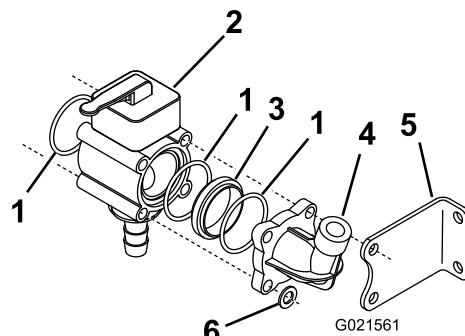

Figura 7
1. Porca de bloqueio (4)
2. Anilha (2)
6. Barra rosada (4)
9. Deslize as anilhas para as barras que não passam pelo suporte de montagem esquerdo e enrosque uma porca de bloqueio na extremidade esquerda de cada barra (Figura 7).
10. Monte previamente o conjunto do manípulo da válvula manual utilizando a válvula manual, anel de retenção, adaptador das peças soltas e a porta do indicador de pressão que removeu previamente (Figura 7).
adaptador de redução ao conjunto da válvula de derivação da rampa (Figura 7).